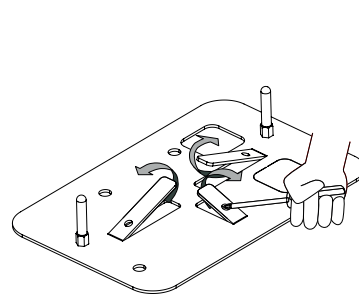

Fig. 4C
- 3) Dégager les pattes d'ancrage à l'aide d'un tournevis (Fig. 4C).